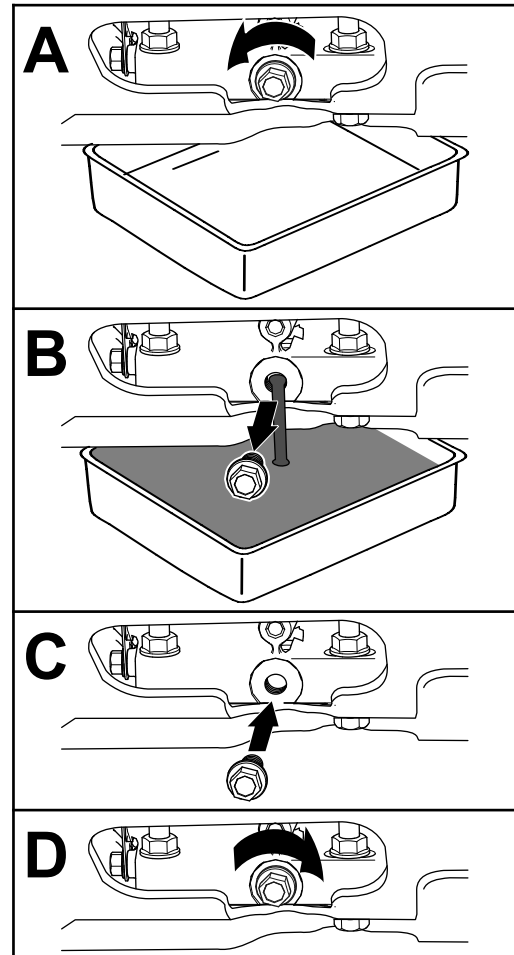

Figura 36
3. Cambie el aceite del motor, según se muestra en la Figura 36.